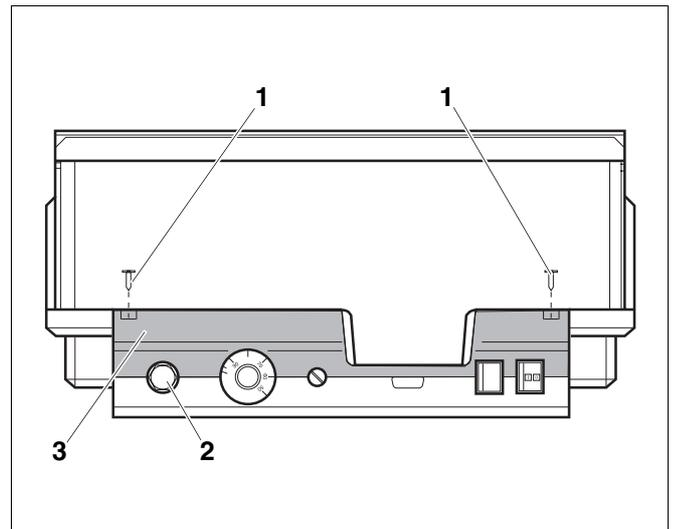

Abb. 1 Regelgerät Logamatic 4...
- Zur Einstellung der geforderten Temperaturen muss der Sicherheitstemperaturbegrenzer (STB) (Abb. 1, **Pos. 2**) aus dem Gehäuse herausgenommen werden.
- Um den Sicherheitstemperaturbegrenzer auszubauen, müssen die beiden Schrauben (Abb. 1, **Pos. 1**) herausgedreht werden.
- Nehmen Sie den Deckel (Abb. 1, **Pos. 3**) ab.
- Schrauben Sie die Schutzkappe (Abb. 1, **Pos. 2**) ab.